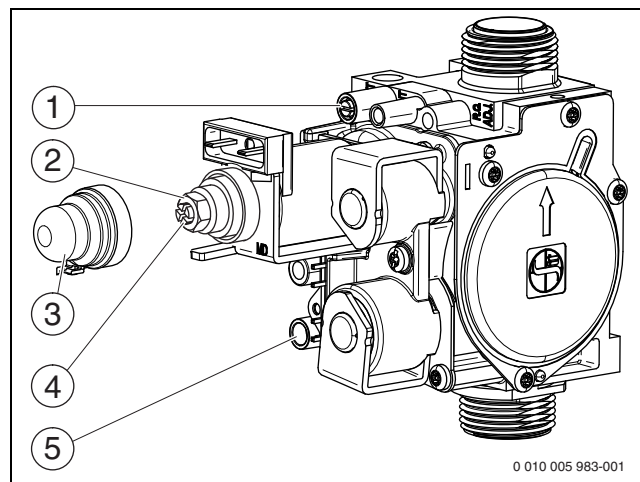

Рис. 26 Газовая арматура
- ▶ Отверните уплотнительный винт штуцера измерения давления на форсунках (рис. 26, [1]) и подсоедините U-образный манометр.
- ▶ Снимите крышку (рис. 26, [3]).
- ▶ Значение «max» давления (мбар) на форсунках приведено в таб. на стр. 51. Установите давление на форсунках регулировочным винтом максимального расхода газа (рис. 26, [2]). Поворот направо - больше газа, поворот налево - меньше газа.
- ▶ Значение «min» давления (мбар) на форсунках приведено в таб. на стр. 51. Установите давление на форсунках регулировочным винтом минимального расхода газа (рис. 26, [4]).
- ▶ Выключите котёл и закройте газовый кран, отсоедините U-образный манометр и заверните уплотнительный винт (рис. 26, [1]).
- ▶ Отверните уплотнительный винт на штуцере измерения подаваемого давления газа (рис. 26, [5]) и подсоедините манометр.
- ▶ Установите и опломбируйте крышку (рис. 26, [3]).
- ▶ Снимите заглушку с измерительного штуцера дымовых газов (→ рис. 26, [1]).